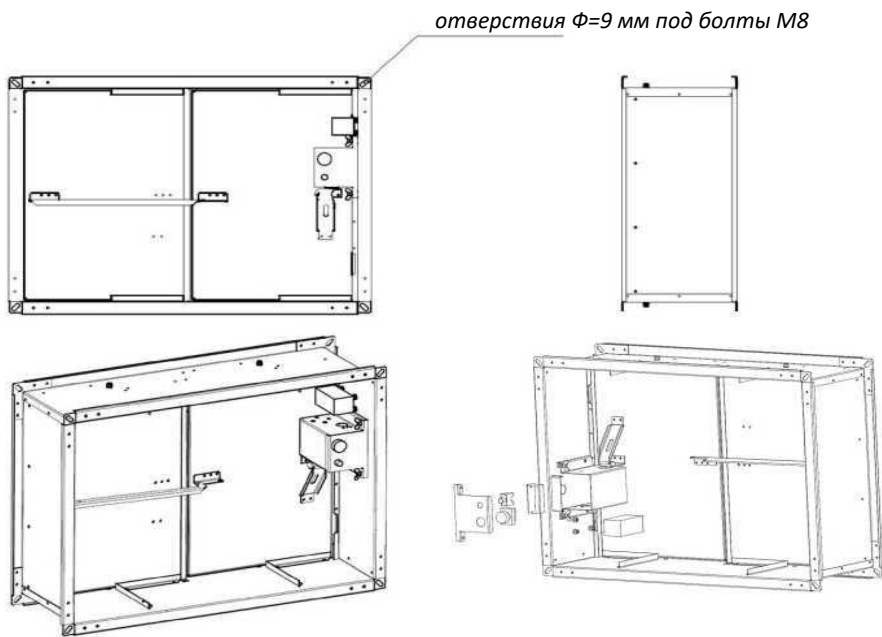

Рис. 1. Конструкция клапана SED с одной заслонкой
3.1. Конструкция клапана серии SED (Рисунок 1).